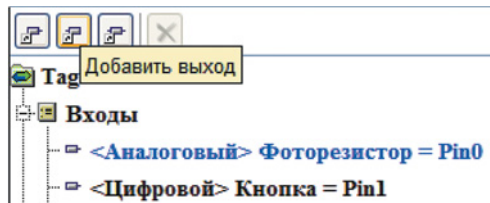

Рис. 6.10. Добавлять входы и выходы можно также с помощью специальных кнопок
4. Объявите выход, предназначенный для светодиода. Добавлять входы и выходы можно также с помощью специальных кнопок (рис. 6.10). Присвойте выходу имя **Светодиод**, выберите из раскрывающегося списка порт с поддержкой ШИМ, укажите номер порта. Перетащите элемент на рабочую область.